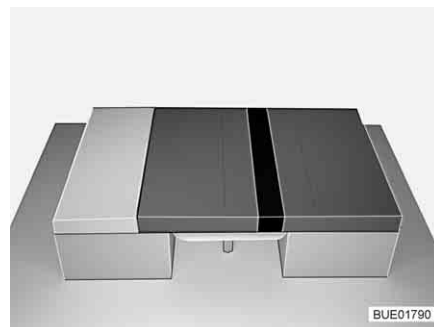

Fig. 97 Dopo la trasformazione
- Collocare il cuscino aggiuntivo tra i cuscini del divano (vedi Fig. 97).